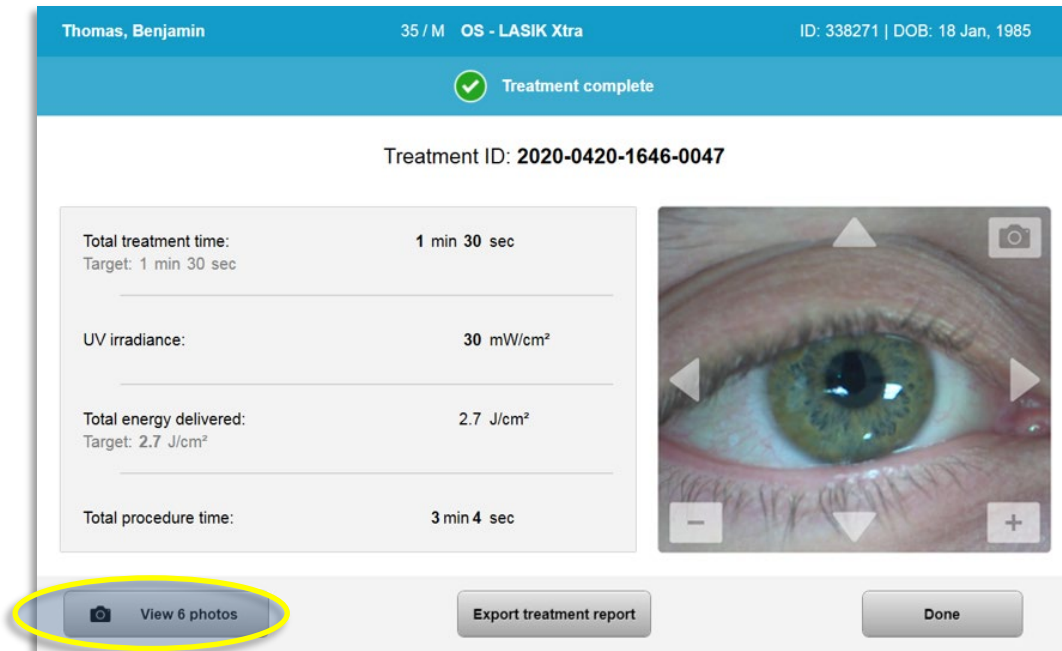

Figura 3-32. Ecrã de tratamento concluído
- Após a conclusão de um tratamento, um resumo dos parâmetros de tratamento será exibido e o ecrã mostrará “Tratamento concluído”, conforme mostrado na figura 3-32.
- Selecione “Ver fotos” para entrar na galeria de fotos como mostrado na figura 3-32.